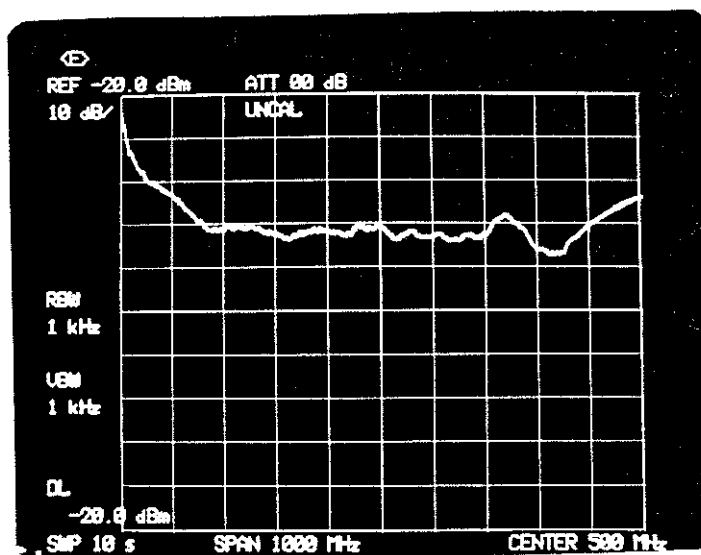

図3-9 電界波のしゃへい効果測定例(試料が正しく接地された場合)
- (1) スペクトラム・アナライザの初期設定とノーマライズが終わりましたら、測定するプラスチック・シールド材を挿入します。
- (2) TR17301A上端面のハンドルを回してロックをゆるめ、ハンドルの台座を持って右に回し、可動ぶたを手前に開けて下さい。
- (3) 被測定シールド材を上から挿入し、可動ぶたを閉じ、ハンドル台座をロックして下さい。
- (4) ハンドルを回し、可動ぶたを固定して下さい。これで試料は固定されました。
- (5) ディスプレイ・ラインと、管面上の波形との差がシールド材のしゃへい効果となります。〔図3-9〕の例ではディスプレイ・ライン(-20.0dBm)が管面上端にありますから、管面上端と波形との差がシールド材のしゃへい効果となります。